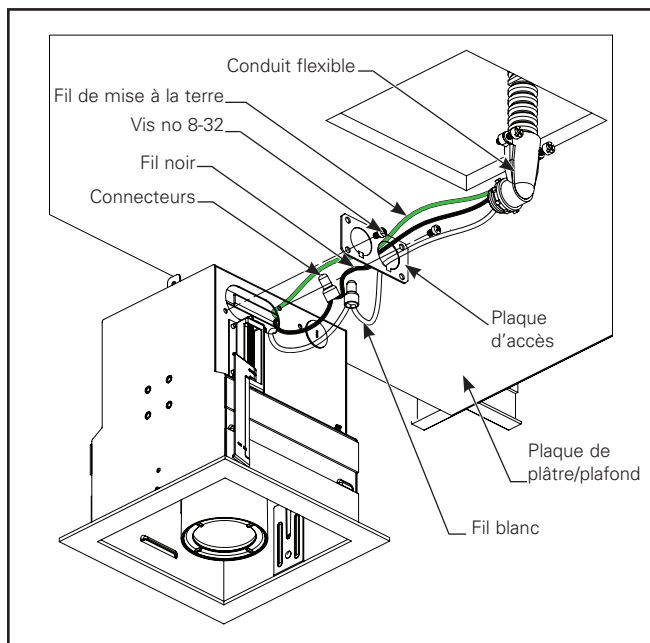

Figure 2.3.
- Connectez les fils noirs ensemble et les fils blancs ensemble à l'aide des connecteurs fournis. (Figure 2.3)
- Connectez le fil de mise à la terre à la plaque arrière du pilote à l'aide des vis no 8-32 (Figure 2.3)